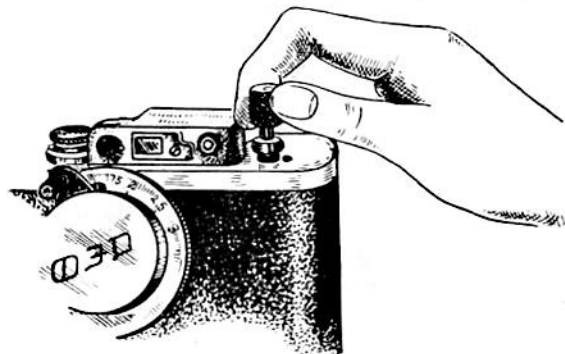
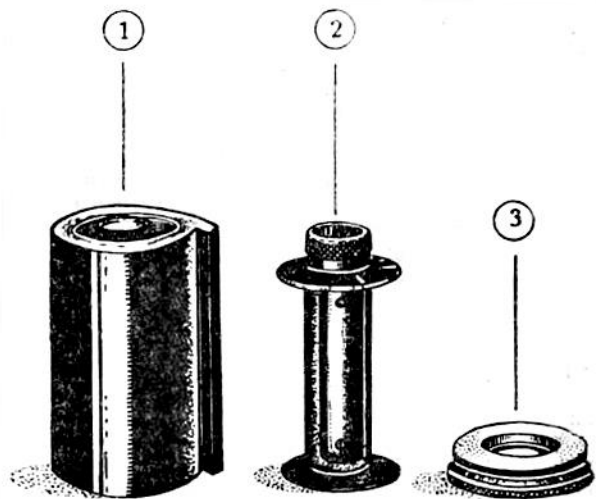
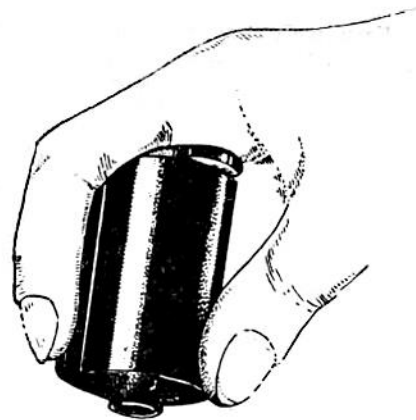

Рис. 3. Перематывание пленки.
Рис. 4. Кассета аппарата „ФЭД“ в собранном и разобранном виде. 2 Кассетная катушка. 3 Кольцо - крышка.
Рис. 5. Открывание кассеты.
Для обратного перематывания заснятой пленки, в кассету надо, выключив механизм подачи пленки, поднять головку вверх до отказа (Рис. 3) и вращать ее по направлению стрелки, выгравированной на головке. По окончании перематывания головку опускают до отказа и снова включают механизм подачи пленки, повернув выключатель (16) до упора в стержень, выступающий на крышке.
Держат аппарат нижней съемной крышкой вверх и снимают, как выше было указано (Рис. 3), нижнюю крышку аппарата. Затем вынимают из аппарата кассету, находящуюся справа и аппаратную катушку, находящуюся слева. Теперь отодвигают аппарат в сторону и раскрывают кассету (Рис. 4), нажимая головкой кассетной катушки о доску стола (Рис. 5). В результате кольцо-крышка (Рис. 4/3) освобождается из кассеты и из корпуса вынимают кассетную катушку (Рис. 4/2).
выдвигают головку механизма перематывания пленки (Рис. 1/13) и вращают ее в направлении, стрелки, выгравированной на головке (Рис. 3). Тем самым пленка перематывается с аппаратной катушки снова в кассету. Признаком того, что вся пленка перемотана, служит отсутствие вращения кнопки (8), а также заметно облегченное вращение головки механизма перематывания пленки. Тогда нижнюю крышку аппарата открывают, и вынимают кассету. После этого можно приступать к перезарядке кассеты и к проявлению пленки.